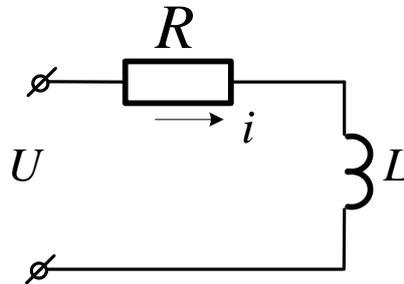

Рисунок 38
**Задача 42.** По катушке, индуктивность которой  $L=12\text{мГн}$  и активное сопротивление  $R=9\text{Ом}$  течет ток  $i = 2\sin 1000t$  (А) (рис.38). Чему равно мгновенное значение приложенного к цепи напряжения?